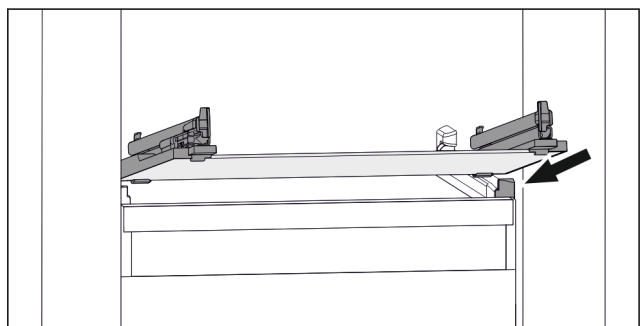

Fig. 73 Примерное отображение стеклнной пластины
- ▶ Наклоняя вниз, установите стеклнную пластину за стопоры. (см. Fig. 73)